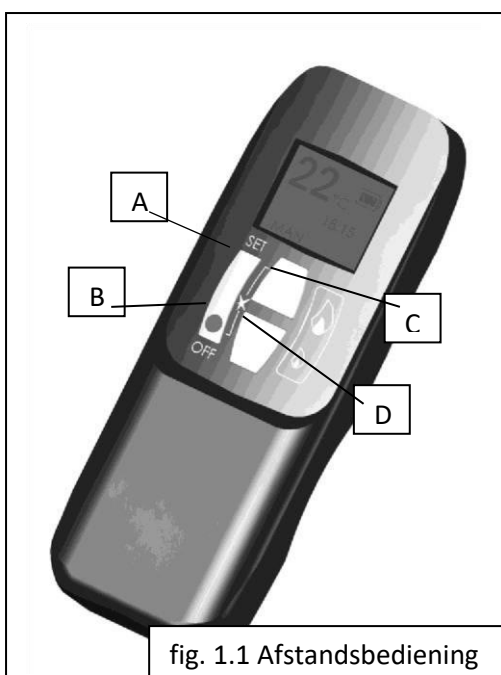
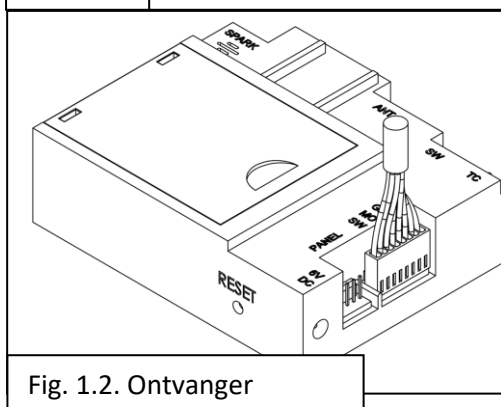
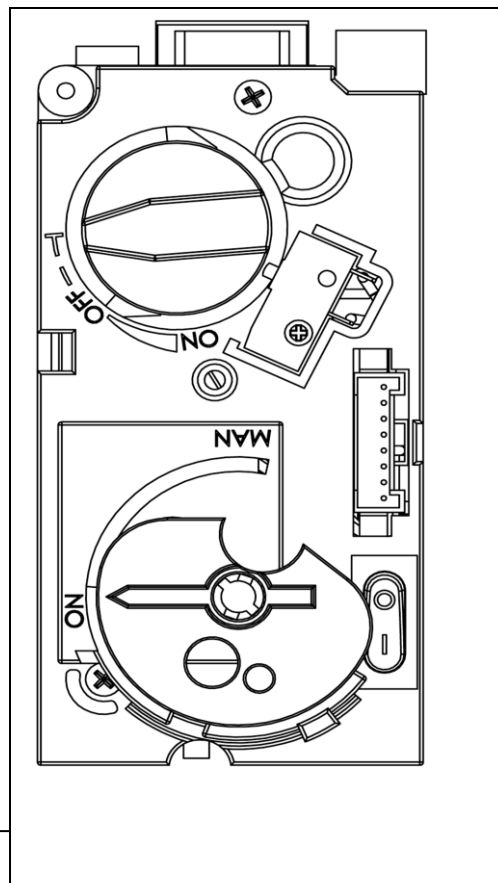

fig. 1.1 Afstandsbediening
Fig. 1.2. Ontvanger
Fig. 1.3. Gasklep
Dit toestel is uitgerust met een controle door hoogtechnologische afstandsbediening. Is door drie componenten samengesteld; de afstandsbediening (fig. 1.1), De ontvanger (fig. 1.2) en de gasklep die ook de manuele controle toelaat (fig. 1.3). De gasklep en ontvanger en kenplaat bevinden zich achter een toegangsluik.
Druk op knop OFF (knop B fig. 1.1) Van de afstandsbediening en brander en waakvlam zal uitgaan .
Nota:- als u enkele malen op de knop van kleine vlam (Knop D fig. 1.1), zal de brander uitgaan maar de waakvlam blijven branden
Om de vlamhoogte te verhogen , druk op de knop grote vlam (knop C fig. 1.1).
Om de vlam te verlagen, druk op de knop kleine vlam (knop D fig. 1.1).
Druk samen op de knop OFF & kleine vlam (knop B & D fig. 1.1) tot wanneer het scherm veranderd naar Fahrenheit / 12 H of Celsius / 24 H of omgekeerd .
- b. Wanneer u samen op de knoppen grote vlam en kleine vlam drukt (knop C & D fig. 1.1)
Druk op knop grote vlam om het uur te veranderen (Knop C fig. 1.1).
Druk op knop kleine vlam om de minuten te veranderen (knop D fig. 1.1).
Om dit te bevestigen druk op de knop OFF (knop B fig. 1.1) Of wacht 15 secondes tot wanneer het scherm automatisch terug naar het beginscherm gaat.